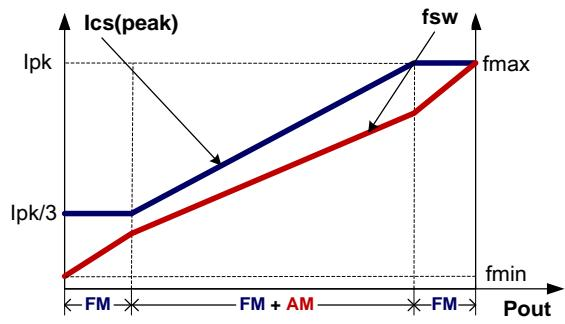

图4
如图4所示，为了满足严苛的平均效率和待机功耗要求，AS7828SP采用了调幅控制 (AM) 和调频控制 (FM) 结合的多模式控制技术。